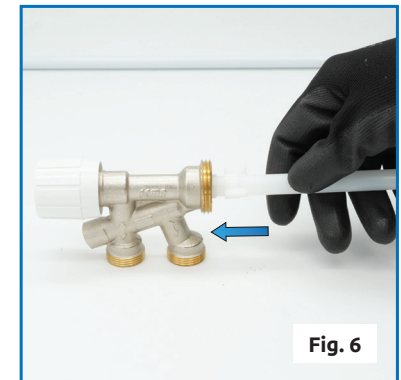

Fig. 6
6. Rimontare la sonda di ricambio come mostrato in fig. 6